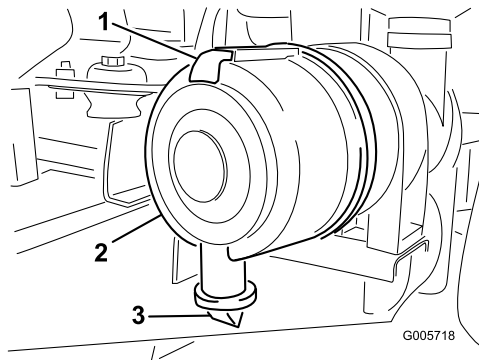

Figura 44
1. Puxe o trinco para fora e rode a cobertura do filtro de ar no sentido contrário ao dos ponteiros do relógio (Figura 44).
4. Limpe a porta de ejeção de sujeira que se encontra na tampa amovível (Figura 44). Retire a válvula de saída em borracha para fora da tampa, limpe a cavidade e volte a colocar a válvula de saída.